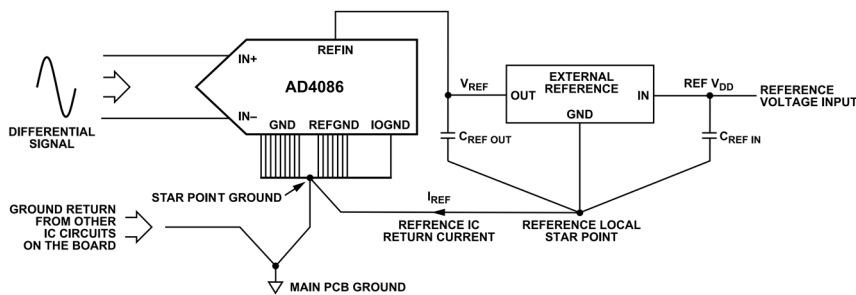

図 103. AD4086 外部リファレンスのグラウンド接続
- ▶ 図 103 に、グラウンド (GND)、リファレンス・グラウンド (REFGND)、およびデジタル・グラウンド (IOGND) の推奨される接続を示します。リファレンス IC の電流帰還経路を、PCB 上の他の回路からの電流帰還ループと同じ電流ループ内に保持しないことを推奨します。図 103 に示すように、リファレンスのローカル・スター・ポイントを PCB の最上層の ADC スター・ポイント・グラウンドに接続します。